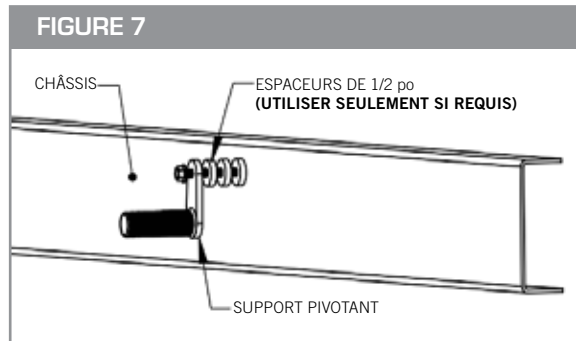

FIGURE 8
- Une fois les supports en place sur l'aile, serrer le boulon 5/8 x 4 1/2 po qui traverse le support pivotant (10001472/10001473) pour fixer solidement le pivot au châssis. (Voir la Figure 8)